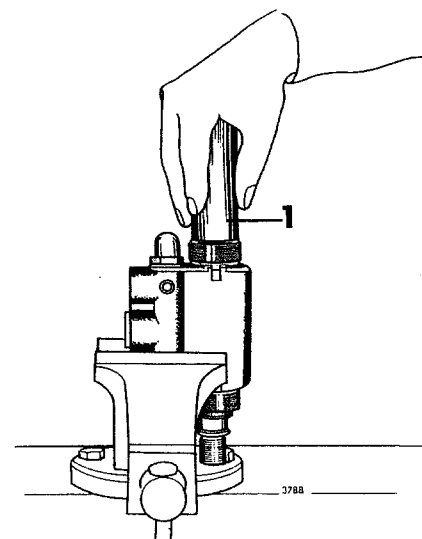

Fig 14-58. Montering av O-ringar
6. Montera O-ringarna, se fig 14-58.